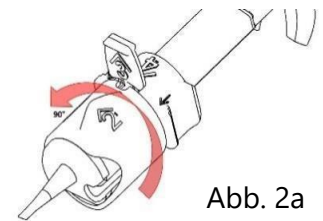

Abb. 2a
5. Drehen Sie den transparenten Ring, wie durch den flachen Pfeil mit der Kennzeichnung '2a' angezeigt, um 90 Grad gegen den Uhrzeigersinn, bis er mit einem deutlichen "Klick" einrastet (Abb. 2a)